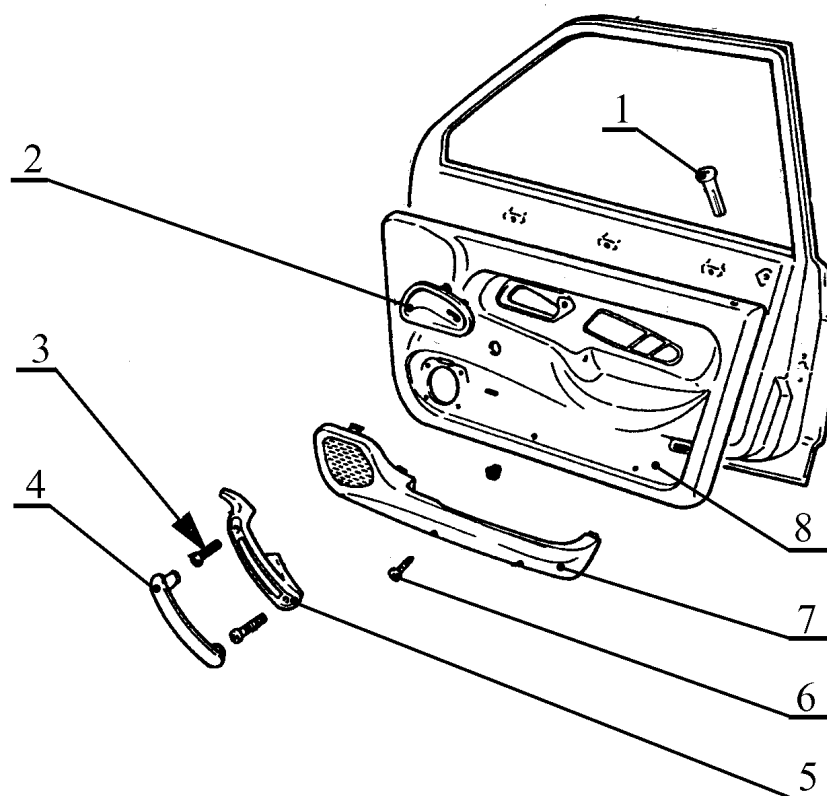

Рис.4. Обивка двери:
2.2 Отвернуть кнопку 1, рис.4, выключения блокировки замка двери (отвертка крестообразная).